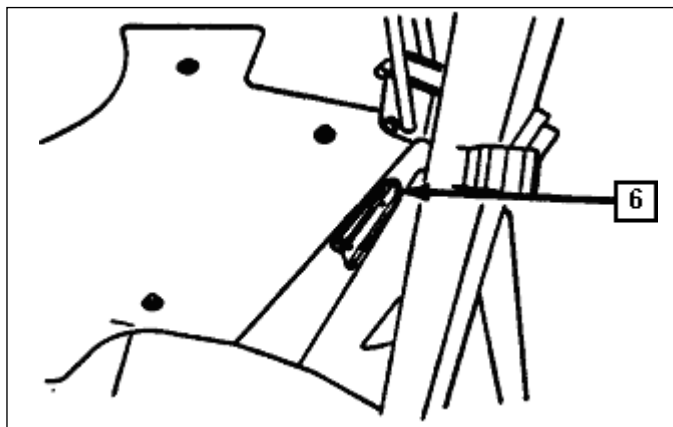

Fig 4-120. Ventilador
c. Ventilador do motor do sistema hidráulico (Fig 4-120) - O ventilador(6) está localizado na base do assento do At. A finalidade do mesmo é prover uma ventilação extra ao motor que trabalhará sobrecarregado quando a estabilização estiver ligada.